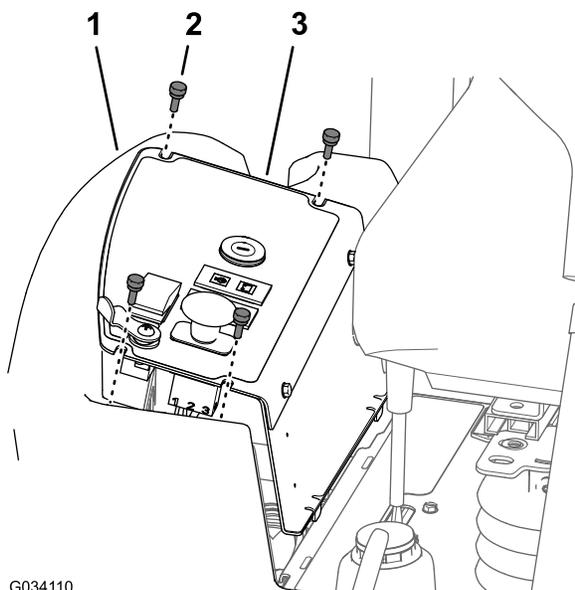

図 57
1. コントロールパネルのプレートを機体に固定しているねじ4本を外す(図 57)。
3. コントロールパネルプレートの上にあるスロットを、燃料タンクのフランジの穴に合わせる(図 57)。
4. コントロールパネルプレートを燃料タンクのフランジに取り付けるつまみねじ4本(図 57)ステップ1 コントロールパネルのプレートを外す(ページ 47)で外したものを使用する。